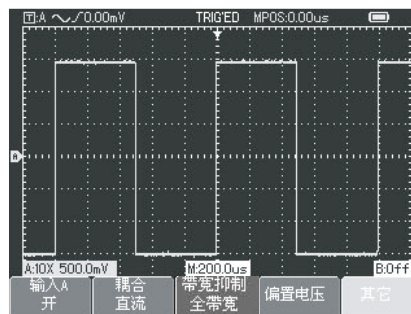

图1-5 方波信号经10: 1
③. 把探头的探针和接地夹连接到函数信号发生器出口上，选择输出频率为1kHz，幅度为3V_{pp}的方波。按[AUTO]按键，几秒钟内，可见到1kHz/3V_{pp}方波显示，见图1-5。以同样的方法检查B通道，重复步骤2和步骤3。